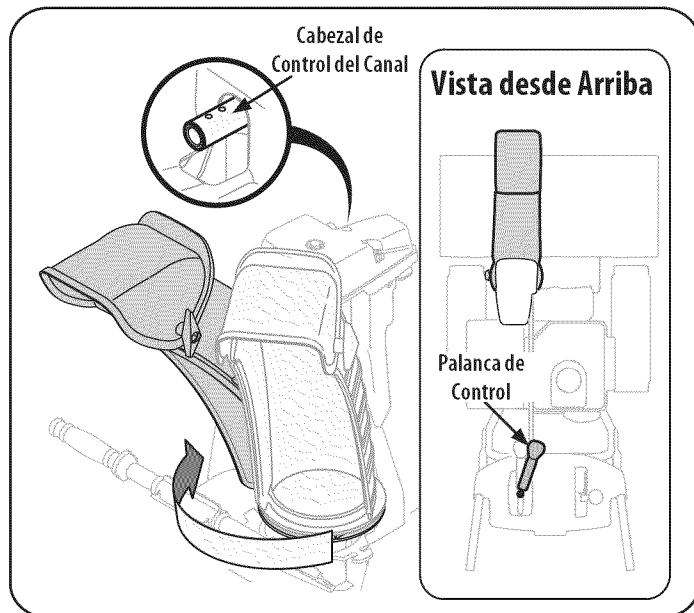
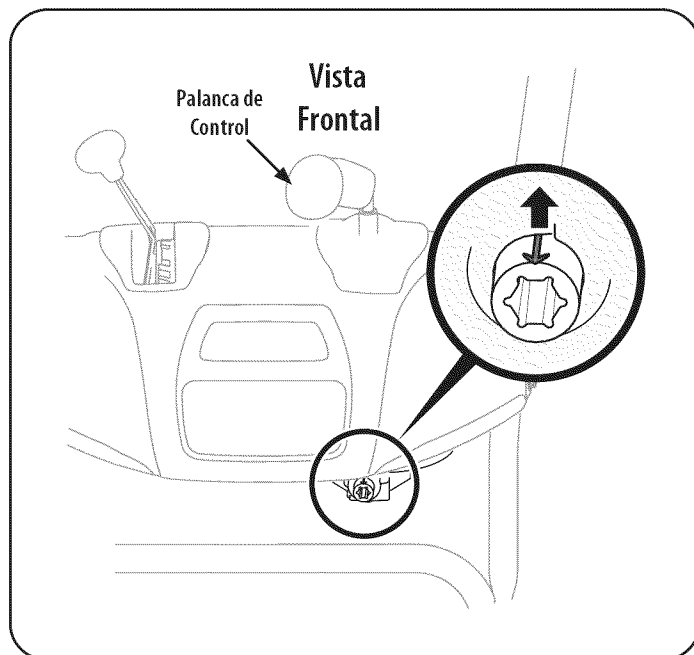

Figura 5
Figura 6
5. Apriete el disparador en la palanca de control y gire el canal manualmente para que mire hacia delante. Los orificios en el cabezal de control del canal estarán mirando hacia arriba. Vea la Figura 5.
6. Gire la palanca de control a la una posición tan que la flecha indicadora plateada en el engranaje del piñón por debajo del panel de control señale hacia arriba. Vea la Figura 6.
**NOTA:** La palanca de control girará ligeramente hacia la derecha. Vea la Figura 5 & la Figura 6.